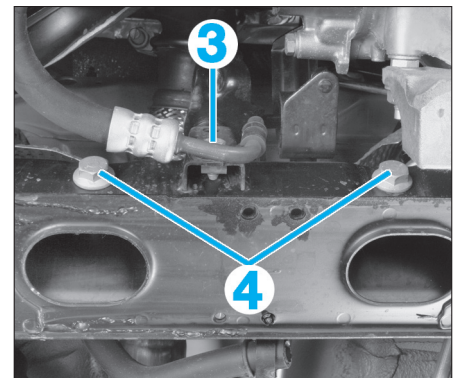

FIG. 14
- les vis (3) et (4) (Fig.14),